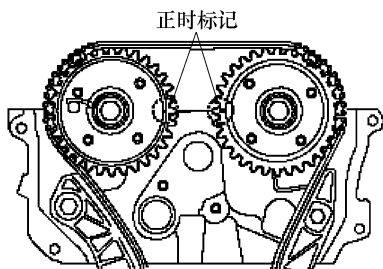

图 8-18 转动曲轴确认正时标记
9) 如图 8-18 所示按规定方向(顺时针方向)旋转曲轴 2 圈后, 确认正时标记。